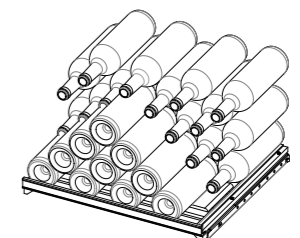

Afbeelding 3
- Plaats het plateau in de 2 geleiders (zie afbeelding 3).
- 2 Plaats het plateau in de 2 geleiders (zie afbeelding 3).